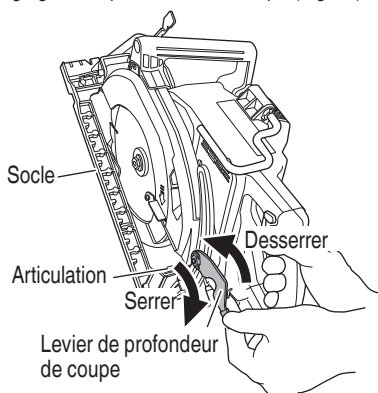
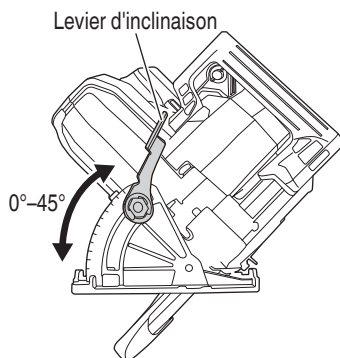
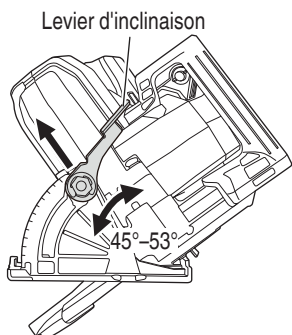

Fig. 21
Fig. 22
Fig. 23
Si le levier de profondeur de coupe pour ajuster la profondeur de coupe (Fig. 21) et le levier d'inclinaison pour ajuster l'angle d'inclinaison (Fig. 22) sont lâches, des blessures peuvent en résulter. S'assurer qu'ils sont solidement serrés. Bien s'assurer qu'ils sont serrés à fond.
1. Réglage de la profondeur de coupe (Fig. 21)
Comme l'illustre la Fig. 22, desserrer le levier d'inclinaison de la jauge d'inclinaison et l'écrou d'inclinaison à oreilles permet d'incliner la lame de scie d'un angle maximal de 45° par rapport au socle. Si un angle d'inclinaison de plus de 45° est utilisé, comme illustré à la Fig. 23, déplacer le levier d'inclinaison vers l'extérieur. La lame de scie peut être inclinée à un angle maximal de 53° par rapport au socle.
Si le levier de profondeur de coupe (Fig. 21) est lâche, des blessures peuvent en résulter. S'assurer qu'il est solidement serré.